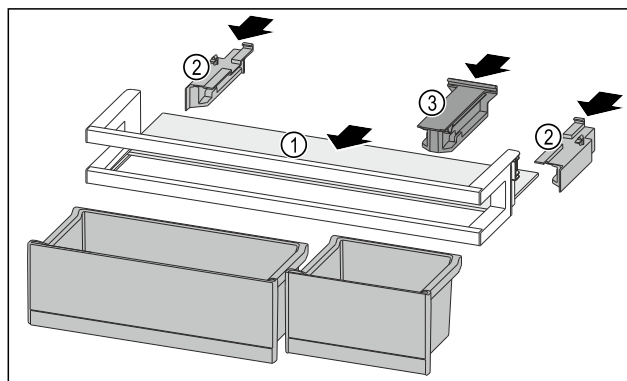

Fig. 186
- Futni raftin mbajtës Fig. 186 (1) në folëtë anësore.
- Vendosni pjesët anësore Fig. 186 (2).
- Vendosni pjesën mbajtëse Fig. 186 (3).